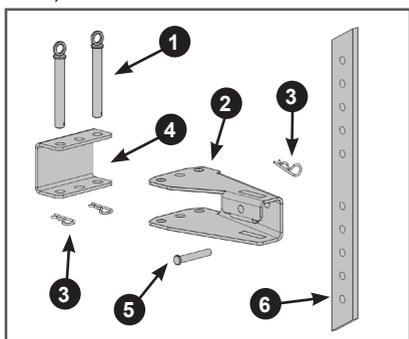

Рис. 7. Установка сошника
- установите кронштейн сошника. Совместите отверстия в заднем кронштейне 4 рамы и кронштейне 2 сошника и вставьте пальцы 1 (Рис. 7). Зафиксируйте пальцы шплинтами 3 (Рис. 7).
- Установите сошник. Вставьте сошник 6 в отверстие в кронштейне 2 сошника, совместите нужное отверстие в сошнике с отверстием в кронштейне, вставьте палец 5 и зафиксируйте палец шплинтом 3 (Рис. 7).